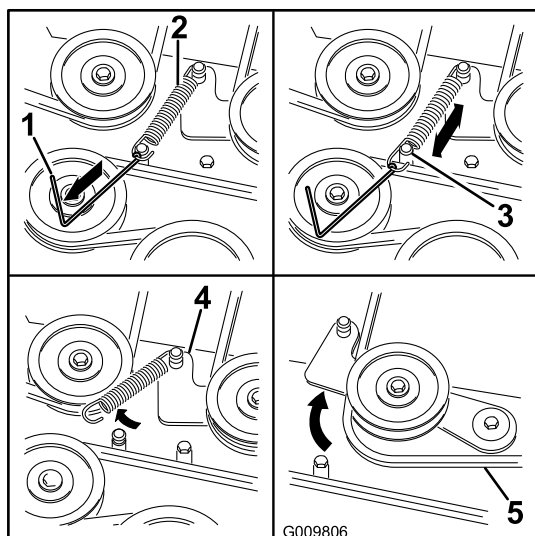

Figura 73
6. Servendosi di un attrezzo per la rimozione delle molle (n. cat. Toro 92-5771), sganciare la molla di rinvio dal perno del piatto di taglio per eliminare la tensione dalla puleggia tendicinghia (Figura 73).
9. Montate la nuova cinghia attorno alle pulegge del tosaerba e alla puleggia della frizione, sotto il motore (Figura 73).
10. Servendovi di un attrezzo per la rimozione delle molle (n. cat. Toro 92-5771), agganciate la molla di rinvio al perno del piatto di taglio per mettere in tensione la puleggia tendicinghia e la cinghia (Figura 73).